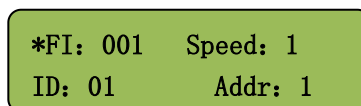

图 2
**仅用于分控无法正常连接或者需设定不同参数的场合)。如图 2 所示**
- 锁定分控参数：长按 确定 OK 键锁定 左上角显示\* 如图 2